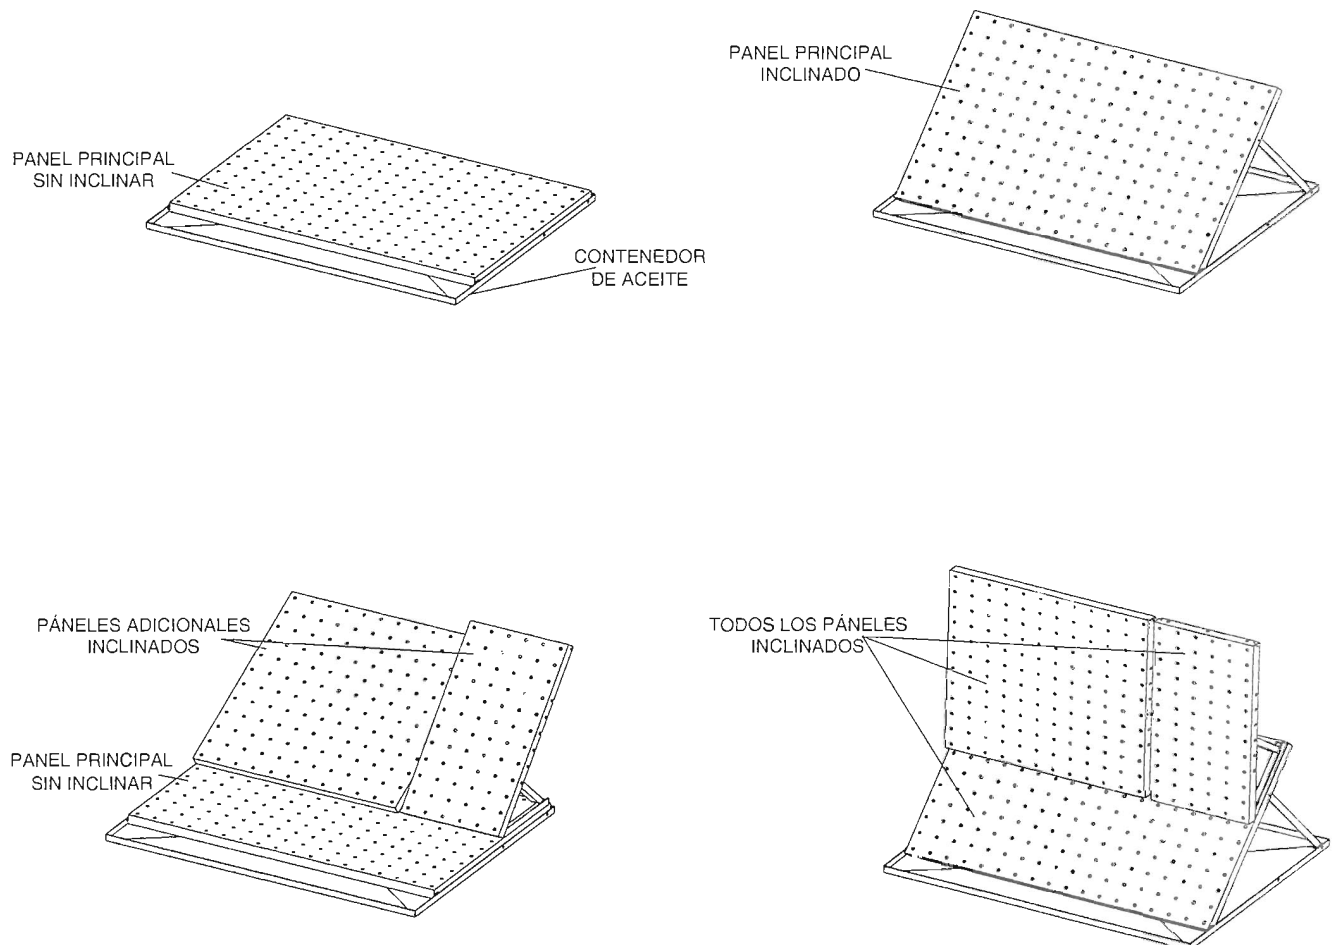

Figura 1-11. Diferentes posiciones de la superficie de trabajo.
9. La Figura 1-11 muestra diferentes formas para configurar la superficie de trabajo. El panel principal se puede inclinar para facilitar la instalación de los componentes. Paneles adicionales se pueden montar en el panel principal para aumentar el área de superficie de trabajo. Ambos se pueden inclinar y usar como paneles de control, instalando sus instrumentos hidráulicos (manómetros y caudalímetros) en ellos.